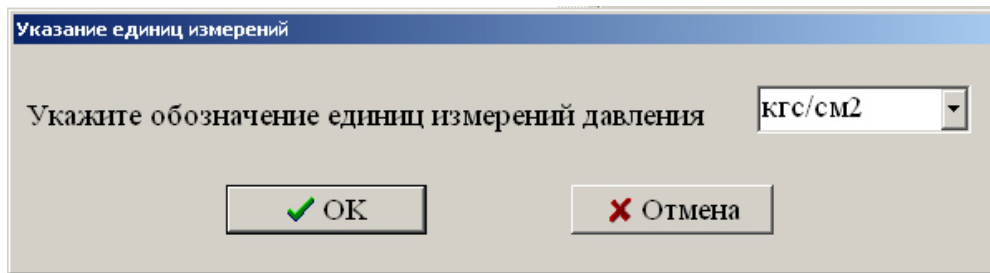

Рисунок 5.12 – Окно выбора единиц измерений давления
5.1.2.10 Команда № 10: «**10. Указать единицу измерений давления**». Команда позволяет переключить прибор в режим индикации результата измерения в выбранных единицах измерений давления (рисунок 5.12).